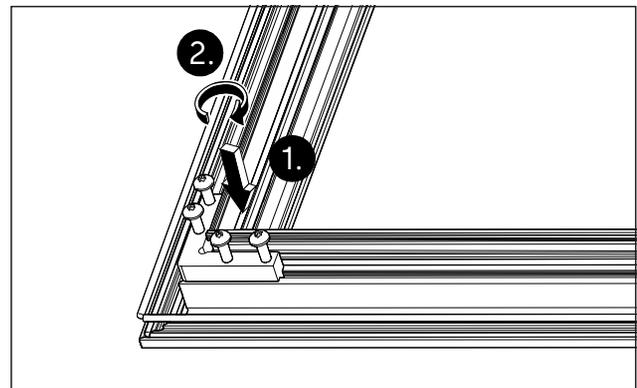

Abb. 29 Die Winkel im Grundprofil für die Zarge verschrauben
4. Die Winkel mit den Schrauben M5x10 in den Grundprofilen für die Zarge mithilfe eines Innensechskantschlüssels verschrauben (Abb. 29).